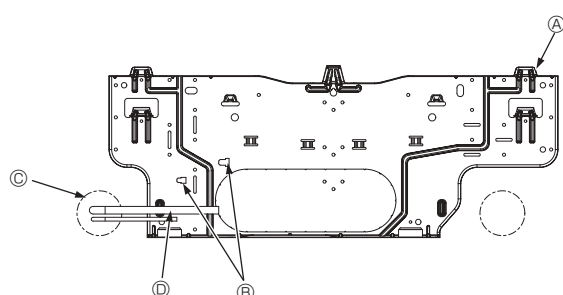

Fig. 3-5
- Ⓓ Fikskerskruer (4 x 25) ②
- Ⓕ Monteringsplade ①
3.3. Ved indbygning af rør i muren (Fig. 3-5)
- Ⓐ Monteringsplade ①